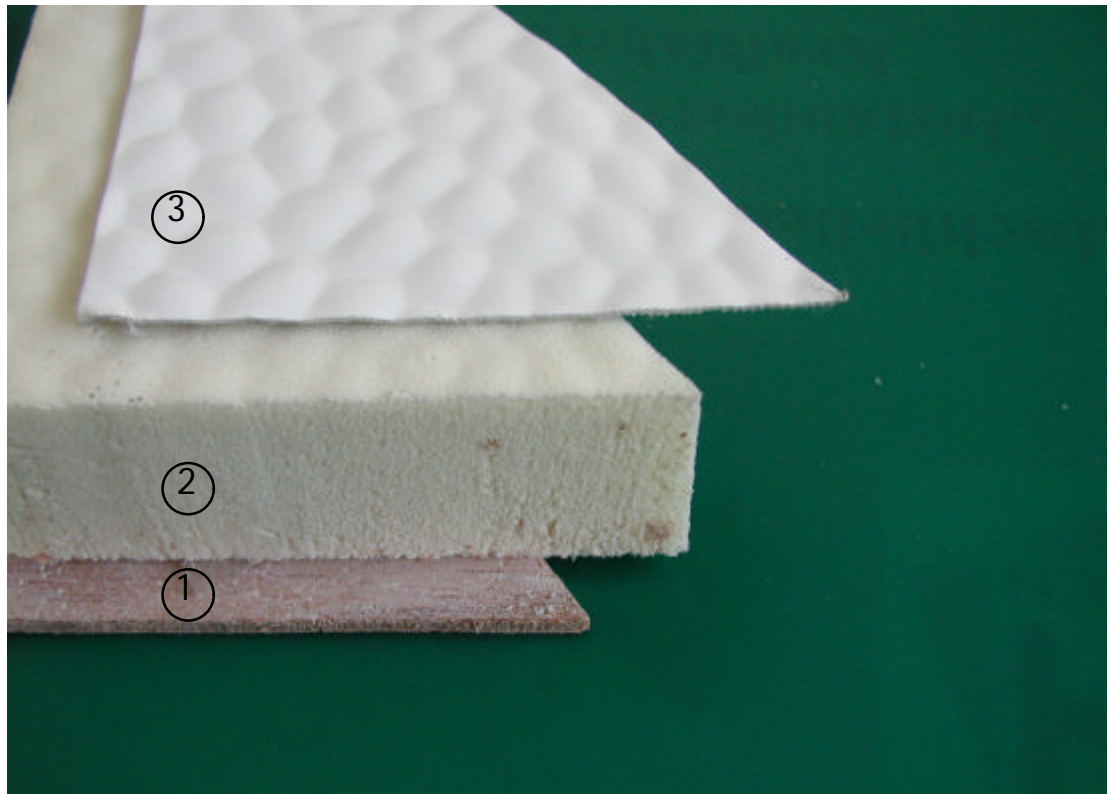

Bild 1: Schnittdarstellung Außenbeplankung
- Holzplatte auf mehreren Lagen verleimt (circa 3 mm) (Bild 1/Position 1), mit Folie als Dampfsperre (ohne Bild)
- Schaumstoff (circa 30 mm) zur Wärme- und Schallisolierung (Bild 1/Position 2)
- Strukturiertes und lackiertes Aluminiumaußenblech (circa 0,7 mm) (Bild 1/Position 3)
Der im Schnittbild (Bild 1) dargestellte Aufbau verhindert die Anwendung der konventionellen Ausbeulverfahren mit Hammer und Gegenhalter. Das bei Aluminiumblechen mögliche Anschweißen von speziellen Zugbolzen ist technisch zwar